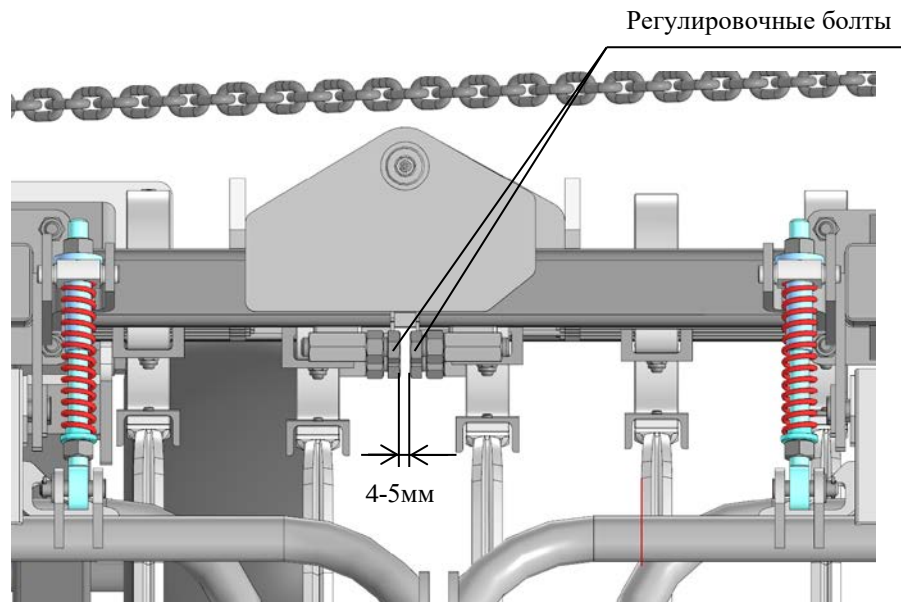

Рис.7 KBM(T)-12-4П-Г(Ш)1К-BC Регулировочные болты рам.
- 5.9. Регулировочные болты рис. 7, расположенные под осями качения рам, служат для предохранения гидроцилиндров складывания/раскладывания рам от поломки в полностью выдвинутом состоянии штоков, а также для регулировки копирования рельефа местности рамами.